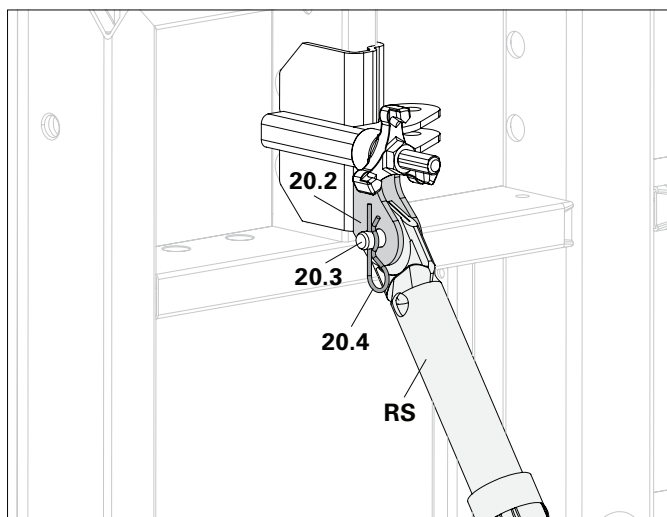

Fig. A6.01b
- Montaggio verticale dell'attacco puntello: collegare puntello (RS) e staffe (20.2) con perno (20.3) e inserto a molla (20.4). (Fig. A6.01b)